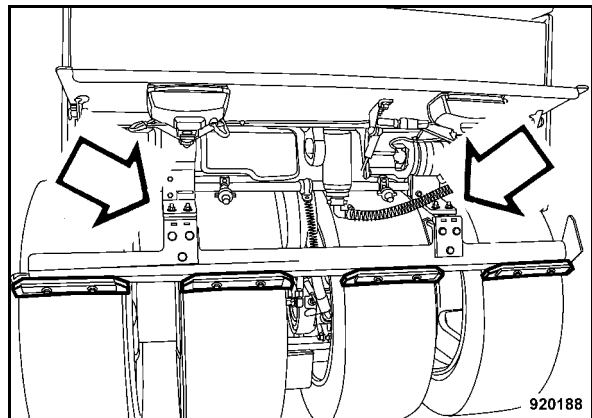

Fig. 105
- Abrir la tapa trasera, comprobar los rascadores y reemplazarlos, si fuese necesario (Fig. 105).